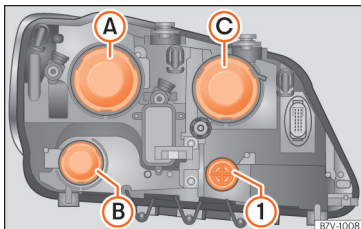

Abb. 62 Im Motorraum: Verkleidungen im linken Scheinwerfer.
- Lampenhalter » **Abb. 62** **1** bis zum Anschlag nach links drehen und mit der Glühlampe nach hinten herausziehen.